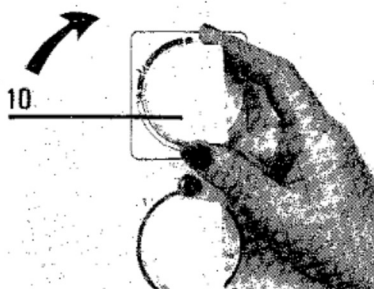

Fig. 4
- Tourner le bouton (10) à fond vers la droite, jusqu'au signe fermé « ● » (fig. 4).